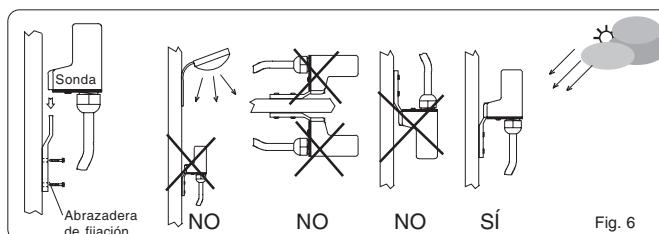

Fig. 6
- Fijar a la pared la abrazadera (fig. 6).